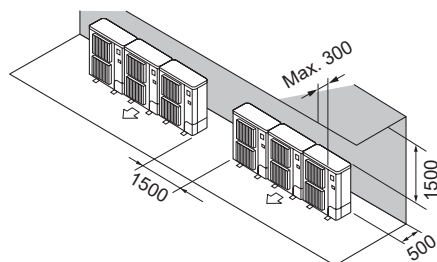

Fig. 2-10
② Obstacles à l'arrière et au-dessus (Fig. 2-10)